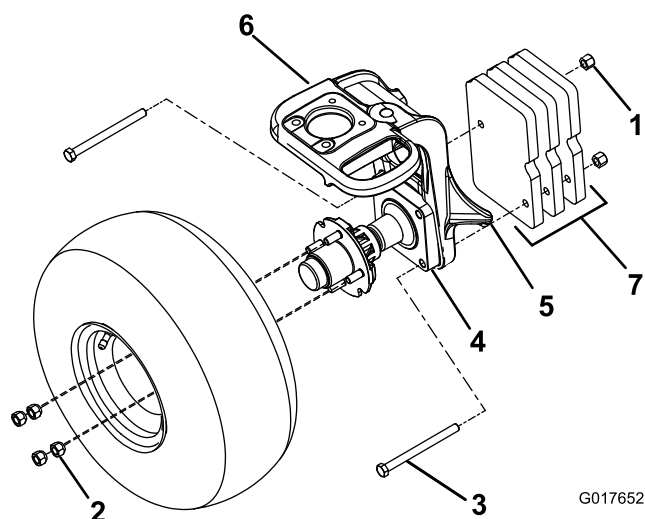

Bild 1
3. Heben Sie die Maschine mit einem Wagenheber an den Hebestellen an (Bild 1).
6. Entfernen Sie die zwei Befestigungsschrauben, mit denen die Spindel an der Laufradgabel befestigt ist (Bild 1).
7. Befestigen Sie drei Ballastplatten mit zwei Sechskantschrauben (1/2" x 5-1/2") und zwei Sicherungsmuttern aus dem Kit an der rechten Seite der Laufradgabel (Bild 1).
4. Entfernen Sie die vier Radnabenmutter in Paaren von den diagonal gegenüberliegenden Reifen (Bild 1).